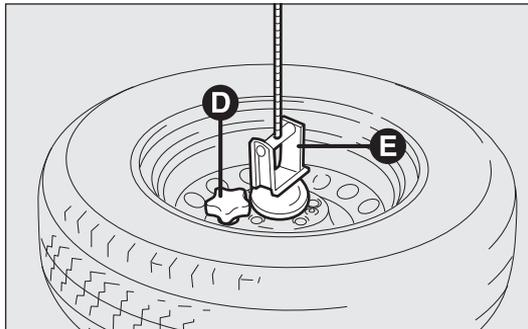

Abb. 159
- schrauben Sie den Halteknopf D-Abb. 159 und befreien Sie das Rad, indem Sie es aus der Halterung E herausziehen.
- das ausgewechselte Rad nehmen, an der Halterung E – Abb. 159 befestigen und den Knopf D – Abb. 159 festziehen;